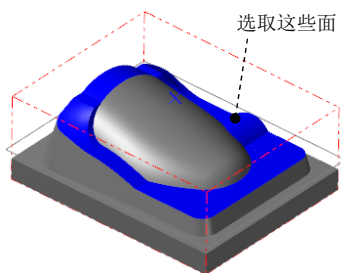

图 17.22 选取加工曲面
(1) 选取加工曲面。在图形区中选择图 17.22 所示的面（共 18 个），单击 Enter 键，系统弹出“刀具路径的曲面选取”对话框。